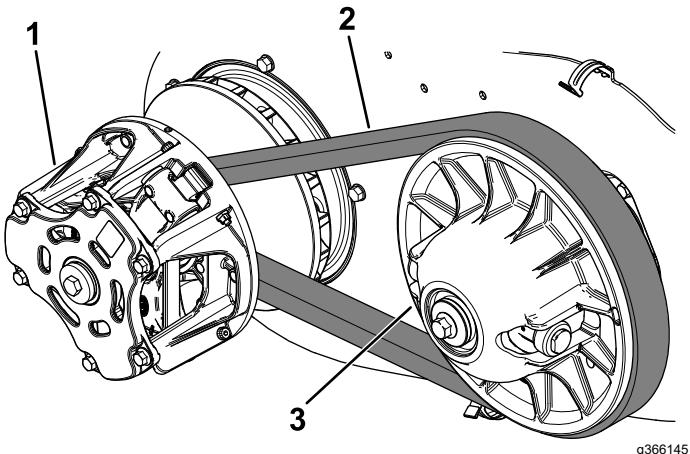
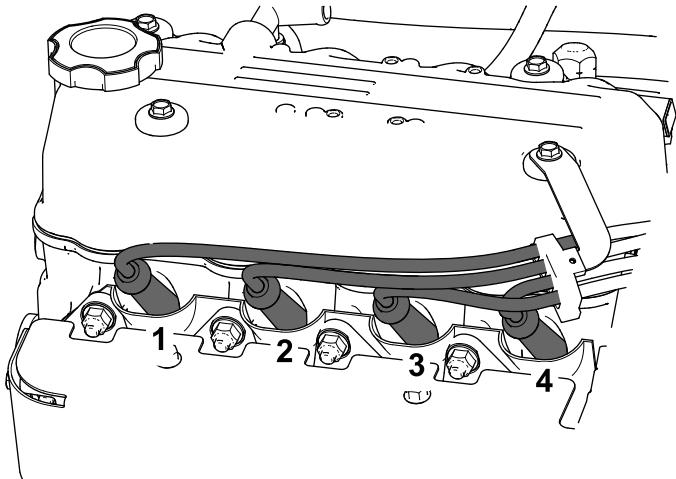

Figure 107
Figure 108
4. Faites tourner l'embrayage principal (Figure 107) jusqu'à ce que la soupape d'échappement du cylindre 1 (Figure 108) soit complètement ouverte.
1. Faites tourner l'embrayage principal (Figure 107) jusqu'à ce que la soupape d'admission du cylindre 1 (Figure 108) soit complètement ouverte.